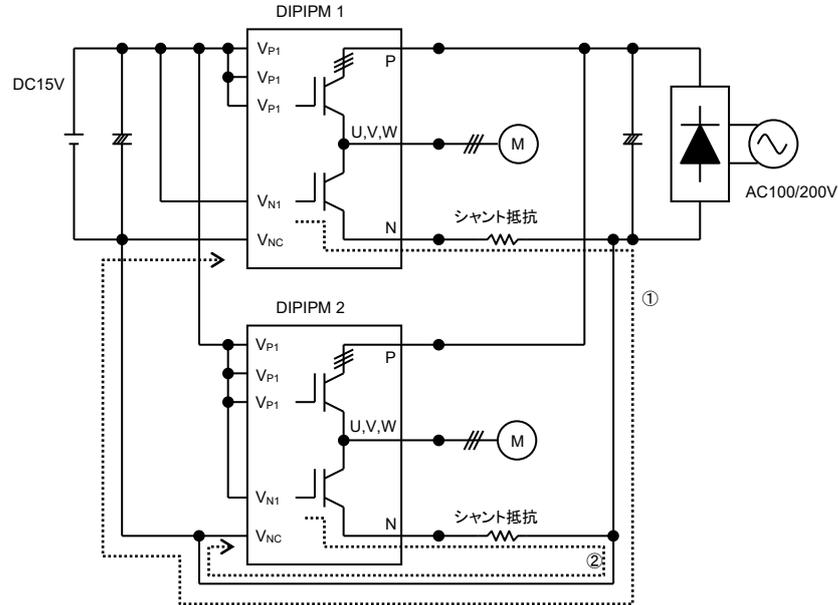

図 3-1-13 並列動作
図 3-1-13 に DIIPM を 2 台並列接続した場合の回路例を示します。DIIPM の下アーム IGBT のゲートチャージは、DIIPM 1 では①の経路、DIIPM 2 では②の経路で行われます。この経路が長くなりますと、配線インダクタンスも大きくなりますのでスイッチング動作に影響を与える可能性があります。(上アームのブートストラップコンデンサの充電にも影響を与える可能性があります。) また、ノイズの影響を受け易く誤動作の要因となります。並列数が多ければ多いほど、この GND パターンは長くなりますので、GND 電位の変動による他の回路への影響(電源、保護回路動作等)も考えられますので推奨いたしません。電氣的には、動作可能と考えますが、上記項目に注意し評価検討をお願いします。